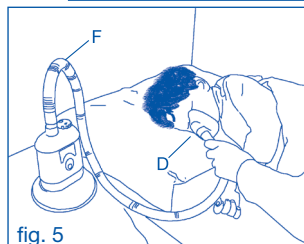

fig. 5
5. Para suministrar la dosis medicinal al paciente mientras está acostado (fig. 5), utilizar el tubo de extensión (F) conectando una parte a la mascarilla (D) o (E) y la otra al aparato oportunamente colocado en el soporte especial de mesa (I).